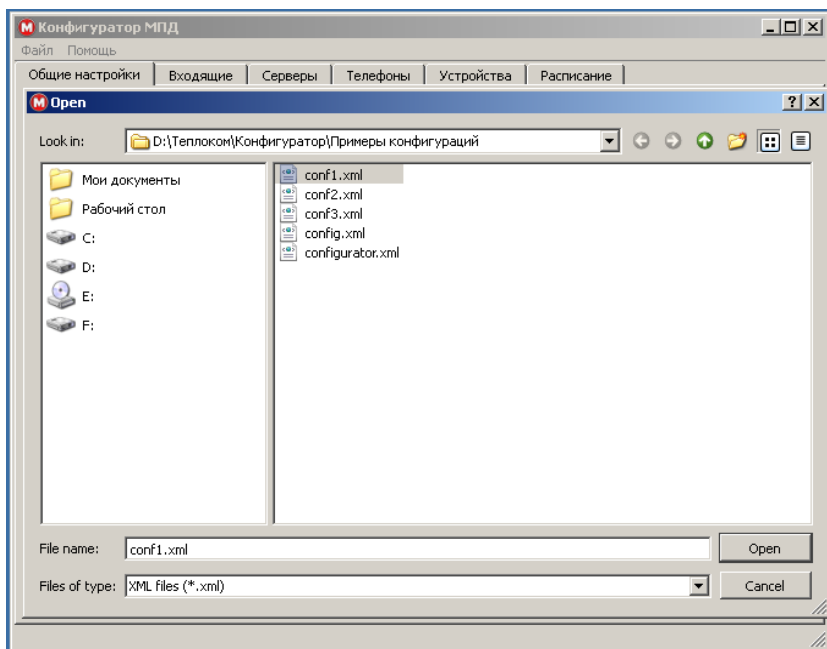

Рисунок 3.2 – Чтение конфигурации
- 8 Для чтения конфигурации выбрать закладку «Файл», пункт «Открыть» (рисунок 3.2), при этом будет предложено выбрать путь и файл для редактирования.